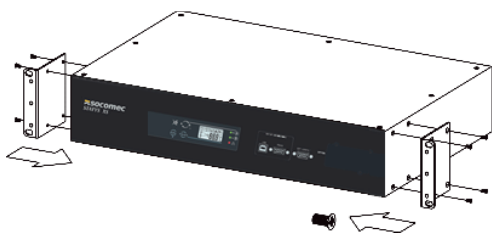
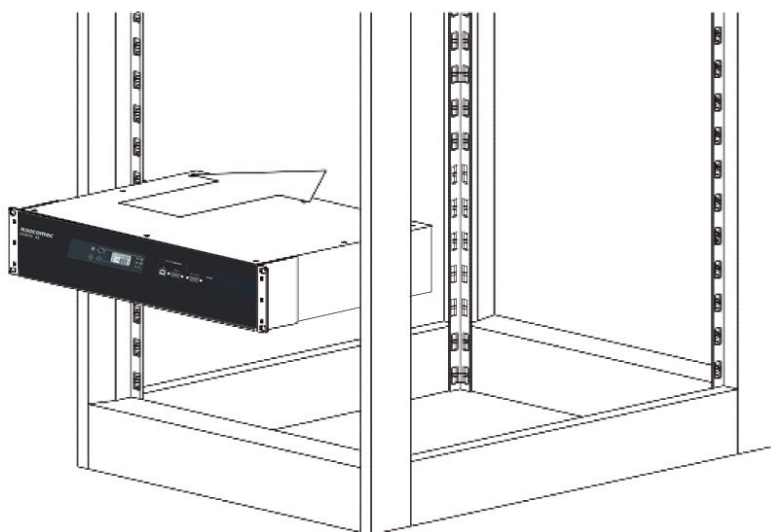
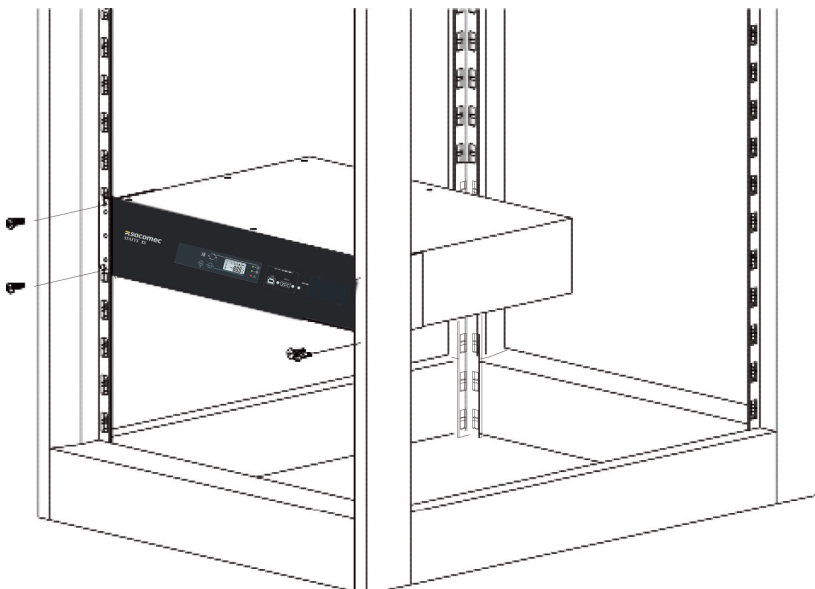

Abbildung 1
Abbildung 2
Abbildung 3
4. Befestigen Sie die Grundplatte (Abbildung 1) an Statys XS (Abbildung 2). Montieren Sie Statys XS am Rahmen des Chassis (Abbildung 3).